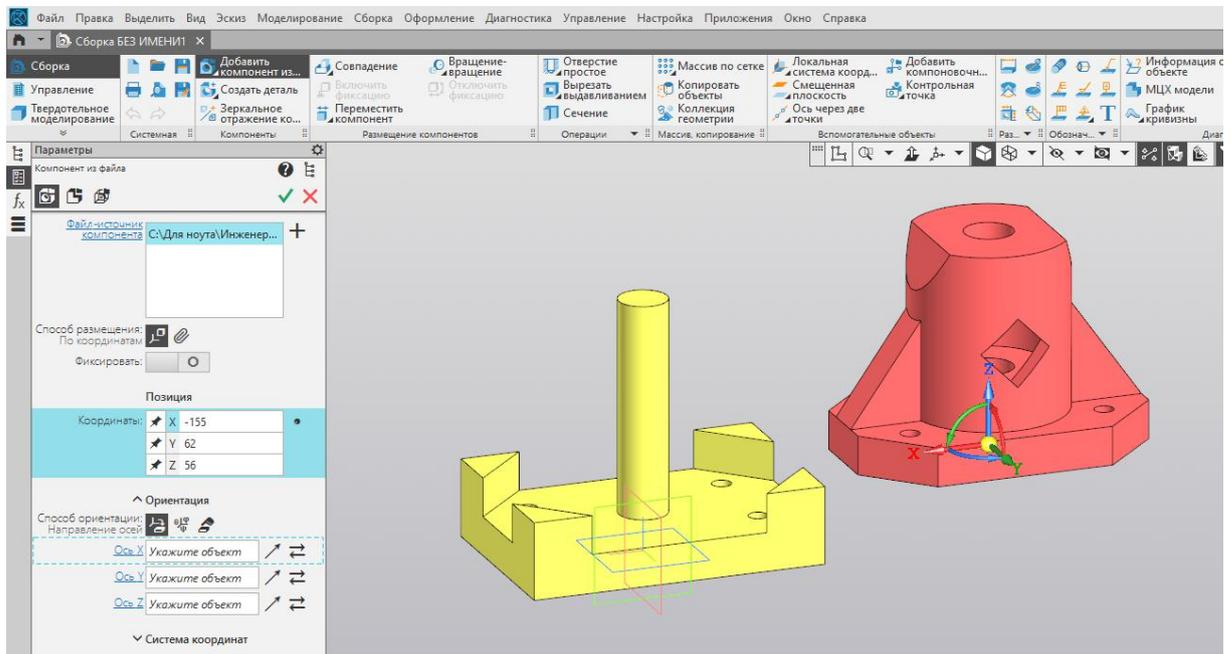

Рис. 53
5. Далее добавляем следующий компонент *Корпус*, созданный ранее по итогам выполнения задания №2. Располагаем его произвольно. Подтверждаем команду нажатием на зелёную галочку (рис. 53).